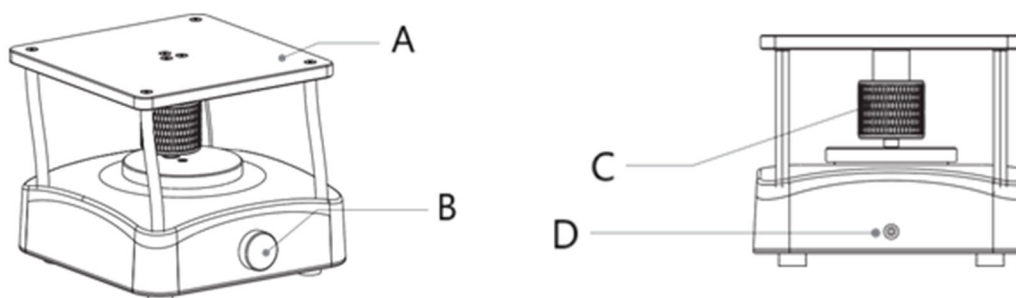

fig. 1
- Kører: Juster hastighedsknappen (B, fig. 1) med eller mod uret for at indstille hastigheden. Fra venstre mod højre: 0-100 o/min.
- Justering af vinkel: Juster vinkeljusteringsknappen (C, fig. 1) med eller mod uret i stoppet tilstand til den ønskede vinkel (0-8° justerbar), og juster hastighedsknappen (B, fig. 1) for at køre maskinen.